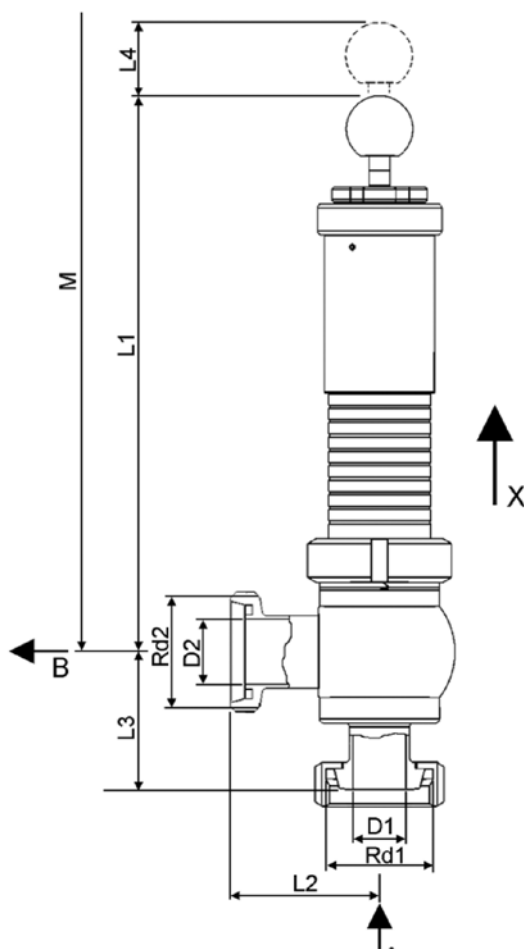

Рис. 2
Клапан может открываться вручную. Для открытия клапана потяните за шарообразную ручку по направлению вверх. Диск клапана приподнимется и продукт будет выходить через порт В (см. рис. 2).
Клапан должен устанавливаться вертикально (см. рис. 2).
- После того как вы вытащите шток (3) из пружинной камеры (5) убедитесь, что резьба подшипника скольжения (4) или уплотнение (D2) не повреждены.
- Поршень (2) соединен усиленным неразборным резьбовым соединением со штоком.
- Аккуратно вытащите шток (3) в обратном направлении стрелки X из пружинной камеры (5) (см. рис. 2).
- Зажмите шток (3) в тисках с мягкими губками за часть (F).
- При помощи ключа SW1 выверните диск поршня (1) и снимите O-кольцо (D1).